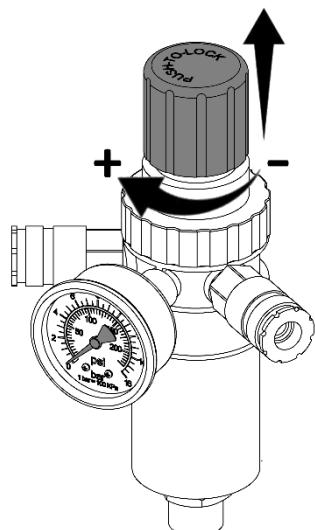

Рисунок 9
8.4.1 Настройка давления в подсоединеных исполнительных устройствах регулятором давления осуществляется следующим образом (рисунок 9):